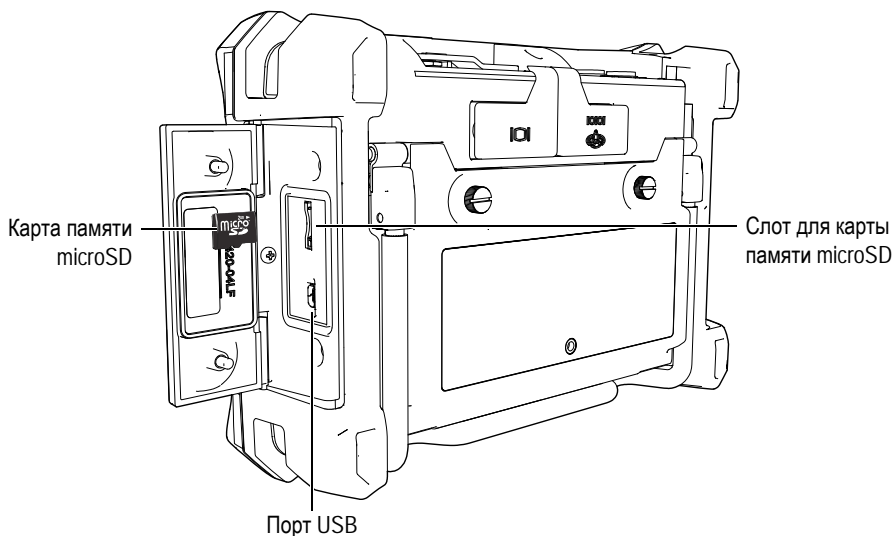

Рис. 6-28 Расположение карты памяти microSD
2. Убедитесь, что карта памяти microSD вставлена в NORTEC 600 (см. Рис. 6-28 на стр. 277).
2. Убедитесь, что карта памяти microSD вставлена в слот NORTEC 600 (см. Рис. 6-28 на стр. 277).